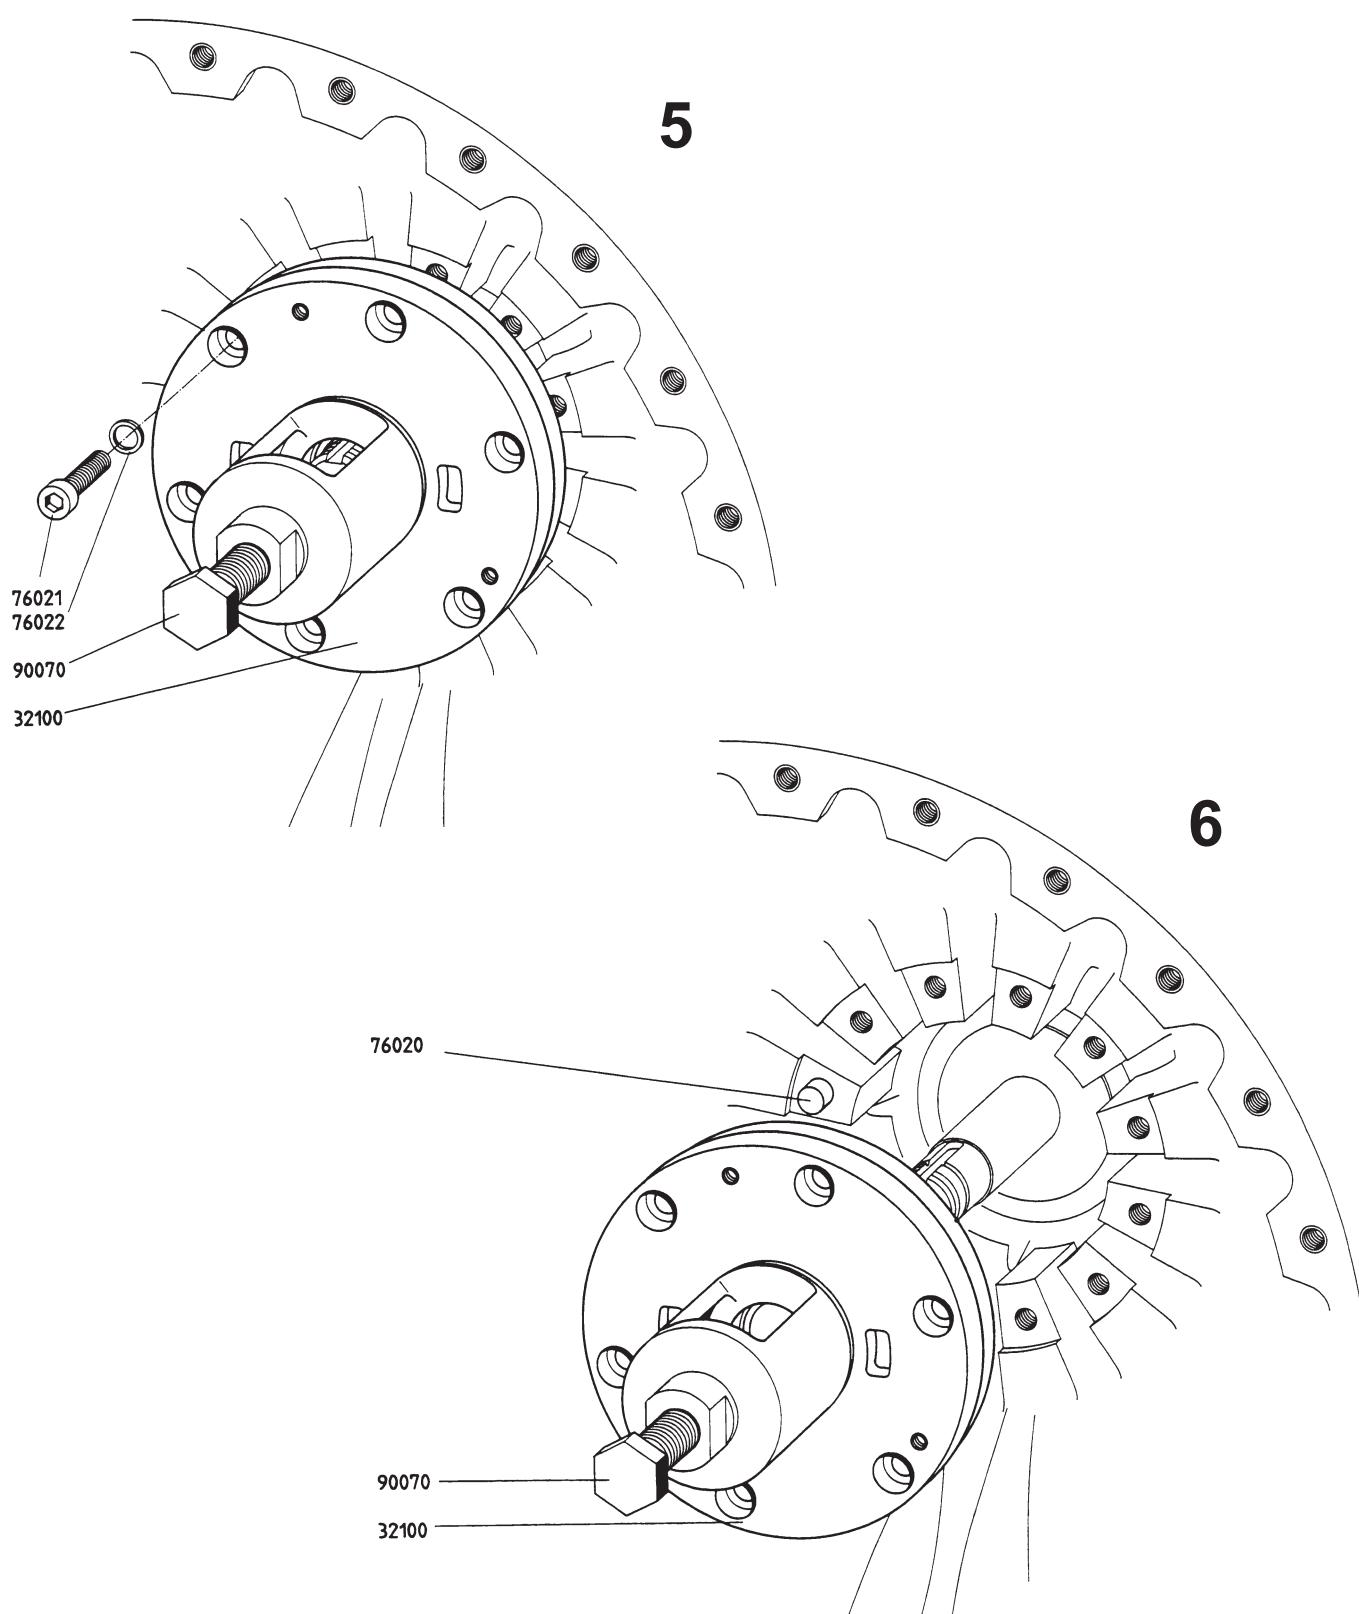

Fig. 5-4
- 6kt-Schrauben (76009) entfernen (s. Fig. 5-4/1).
- Lagerraumdeckel (46000) mit Abdrückschrauben (90900) vom Lufteintrittsgehäuse (76001) lösen und entfernen (s. Fig. 5-4/1).
- Zyl-Schrauben (32181) und Federringe (32182) entfernen und Nippel (32185) abziehen (s. Fig. 5-4/2).
- Festhaltevorrichtung (90030) mit 6kt-Schrauben (90031) am Schmierrad (32180) befestigen (s. Fig. 5-4/3).
- Hutmutter (32157) entsichern, und mit Steckschlüssel (90050/90260) abschrauben (s. Fig. 5-4/3).
- Abziehvorrichtung (90070) in Festhaltevorrichtung (90030) einschrauben (s. Fig. 5-4/4).
- Remove the hex.-headed screw (76009) (see fig. 5-4/1).
- Release the bearing space cover (46000) with the puller screws (90900) from the air inlet casing (76001) and remove it (see fig. 5-4/1).
- Remove the socket screws (32181) and locking washers (32182) and remove the nipple (32185) (see fig. 5-4/2).
- Fix the holding device (90030) with the hex.-headed screws (90031) to the oil slinger (32180) (see fig. 5-4/3).
- Unlock the cap nut (32157) and remove it with the box spanner (90050/90260) (see fig. 5-4/3).
- Screw the extractor (90070) into the holding device (90030) (see fig. 5-4/4).
- Schmierrad (32180) und Festhaltevorrichtung (90030) mit Abziehvorrichtung (90070) abziehen (s. Fig.5-4/4).
- Zyl-Schrauben (76021) und Federringe bzw. Sperrkantringe (76022) entfernen (s. Fig. 5-4/5).
- Abziehvorrichtung (90070) auf die innere Lagerbüchse schrauben und Lager (32100) abziehen (s. Fig. 5-4/6).
**Vorsicht !** Den Führungsbolzen (76020) keinesfalls entfernen (s. Fig. 5-4/6). Der Bolzen bestimmt die Lage des Lagers !
- Remove the oil slinger (32180) together with the extractor (90070) and holding device (90030) (see fig. 5-4/4).
- Remove socket screws (76021) and locking washers or locking edge washers (76022) (see fig. 5-4/5).
- Screw the extractor (90070) to the inner bearing bush and remove the bearing (32100) (see fig. 5-4/6).
**Caution !** Do not remove the guide bolt (76020) under any circumstances (s. fig. 5-4/6). It determines the position of the bearing !